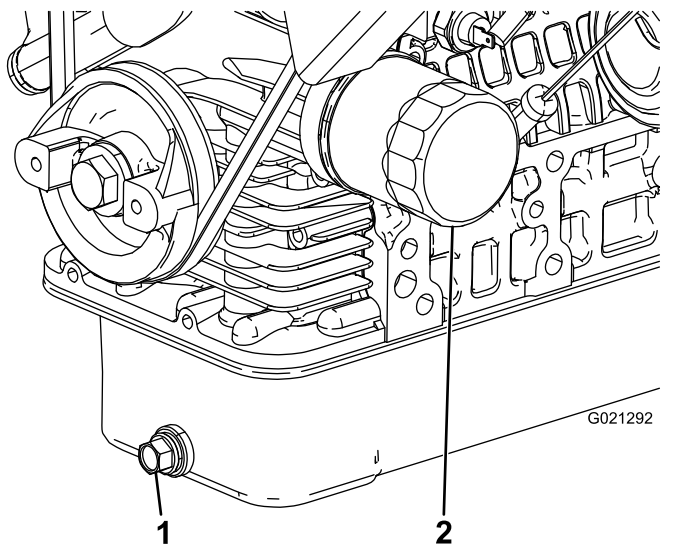

図 46
2. ドレンプラグを外してオイルを容器に受ける (図 46)。
4. オイルフィルタを外す 図 46。